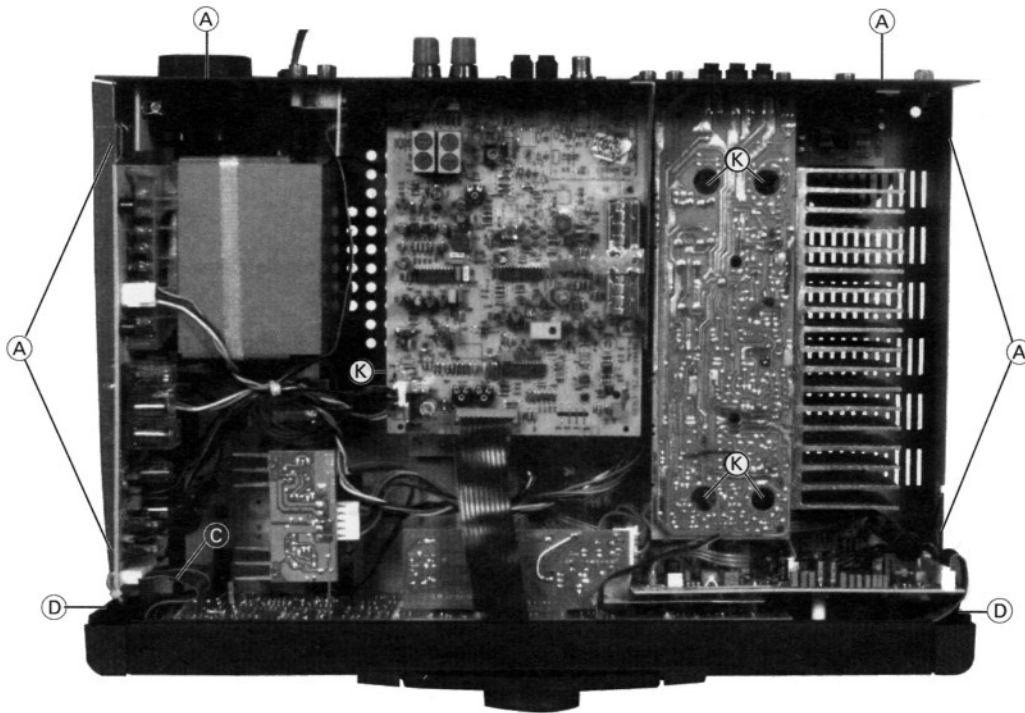

Fig. 1
- 6 Scharben (A) heraus-schrauben (Fig. 1).
- Undo 6 screws (A) (Fig. 1).
- Rastung (C) der Netz-taste austrasten (Fig. 1).
- 2 Rastnasen (D) austrasten (Fig. 1).
- Disengage the mains button (C) (Fig. 1).
- Disengage the 2 catches (D) (Fig. 1).
- Rastung © der Netztafe ausrasten (Fig. 1).
- Disengage the mains button © (Fig. 1).
- 5 Schrauben ƒ heraus-schrauben (Fig. 1).
- Undo 5 screws ƒ (Fig. 1).